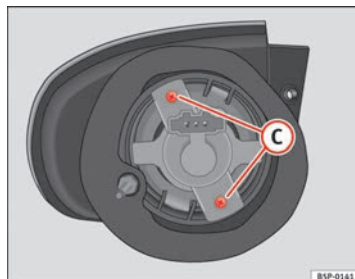

Fig. 191 Indicatore di direzione
- Svitare le viti ⇒ fig. 191 **C** dei portalamпада e tirare.
- Rimuovere le viti ⇒ fig. 191 C dei portalampade e tirare.